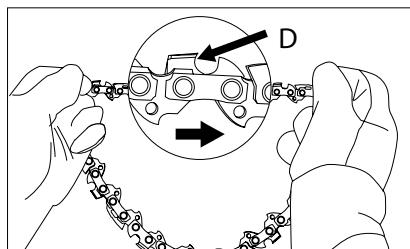

Fig. 7
5. Așezați lanțul cu marginile ascuțite (D) îndreptate conform indicatorilor pe capacul de protecție și pe șina ferăstrăului (Fig. 7).